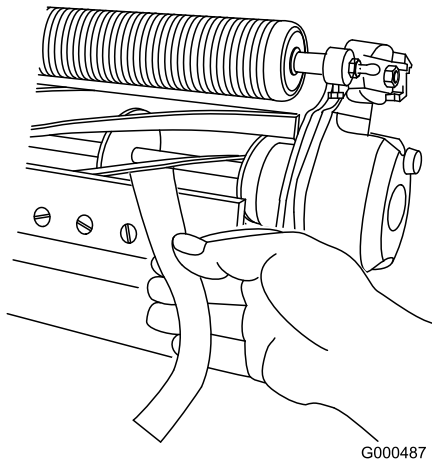

Figura 18
3. Teste o desempenho de corte inserindo uma fita comprida de desempenho de corte (Número de peça Toro 125-5610) entre o cilindro e a lâmina de corte, perpendicular à lâmina de corte (Figura 18). **Lentamente** rode o cilindro para a frente; deve cortar o papel.